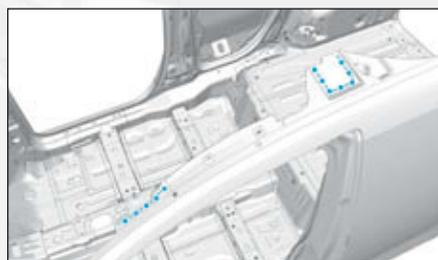
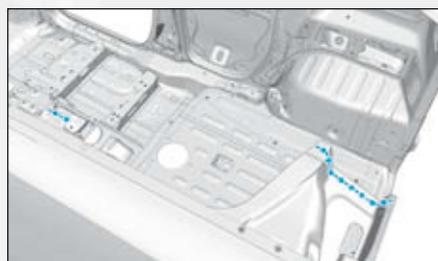

FIG.139
FIG.140
- Préparer les zones d'accostages sur la caisse et les protéger les faces des tôles par un apprêt soudable indice «C7» (Fig.139) et (Fig.140).